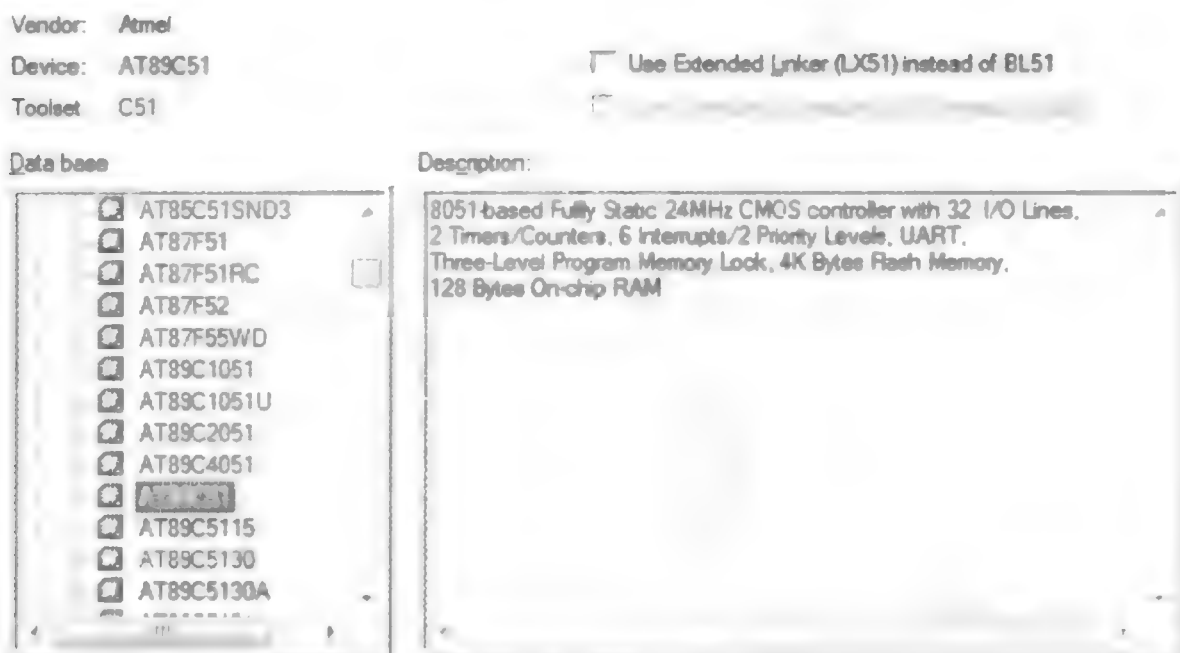

图 5.2.2 选择芯片
(2) 保存该新建工程后,弹出 Select Device for Target ‘Target 1’对话框,在左侧列表框中选择 Atmel 中的 AT89C51 芯片,如图 5.2.2 所示。